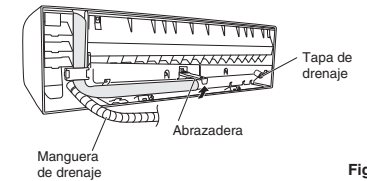

Fig. 3-99
- (a) Cambie la manguera de drenaje y la tapa de drenaje. (Fig. 3-99)
- (b) Extraiga los tornillos fijando la manguera de drenaje al lado derecho y tire de la manguera de drenaje para extraerla. (Fig. 3-99)